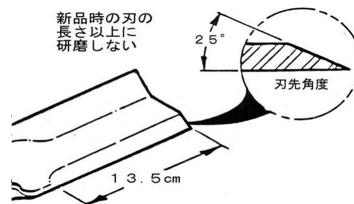
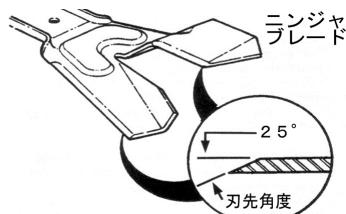

図6-3
図6-3-1
- グラインダで 22° ～ 28° 位に研磨します。刃の長さは端から約13.5cmにします。（図6-3）（図6-3-1）